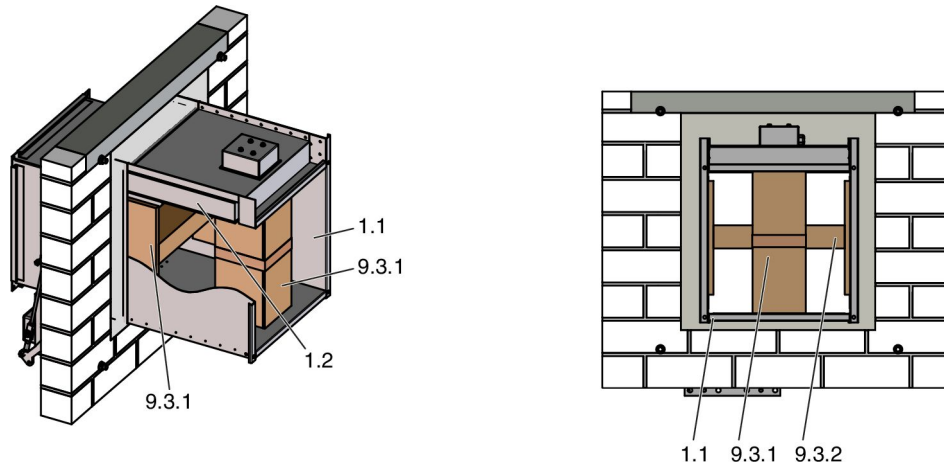

Abb. 11: Transportsicherung / Aussteifung
- Aussteifung 9.3.2 , siehe Abb. 11, entfernen.